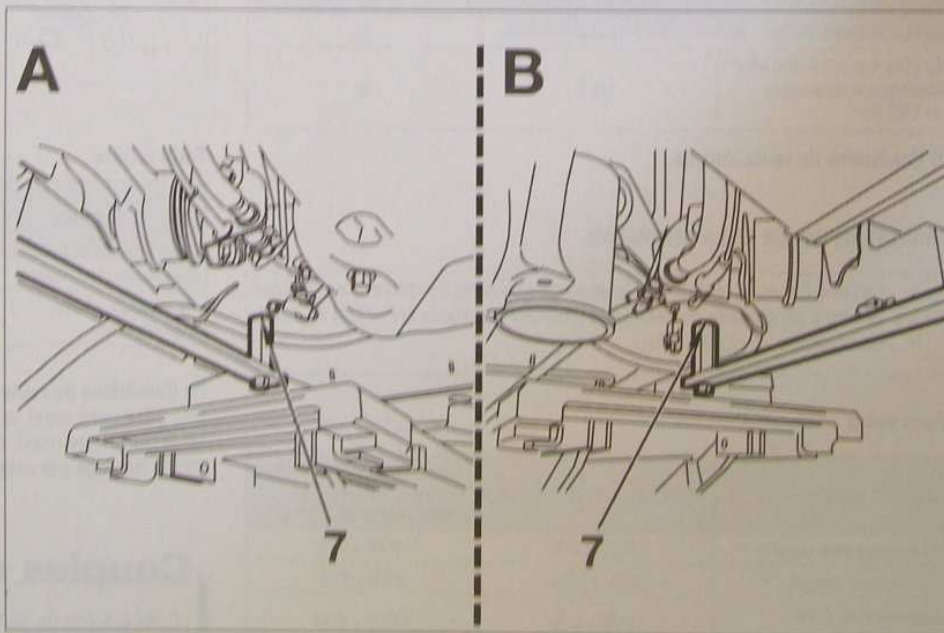

FIG. 21
- Ajuster la position du train arrière en engageant les piges des outils de centrage dans les trous (7) prévus à cet effet sous la caisse (Fig. 21).